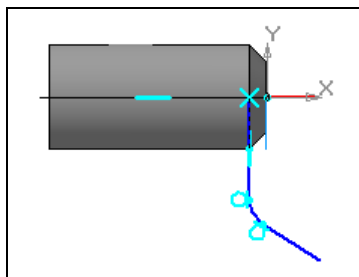

Рис. 28.34. Эскиз траектории нового тела
- ◆ с помощью команды **Отрезок** постройте ломаную линию с любыми размерами (рис. 28.34);